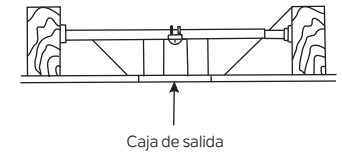

Figura 4
**NOTA:** Dependiendo de la ubicación que haya seleccionado para la instalación, es posible que deba comprar e instalar un colgador de viguetas para el soporte de la caja de salida. Asegúrese de que el colgador de viguetas que compre haya sido diseñado para usarse con ventiladores de techo. (Figura 4)